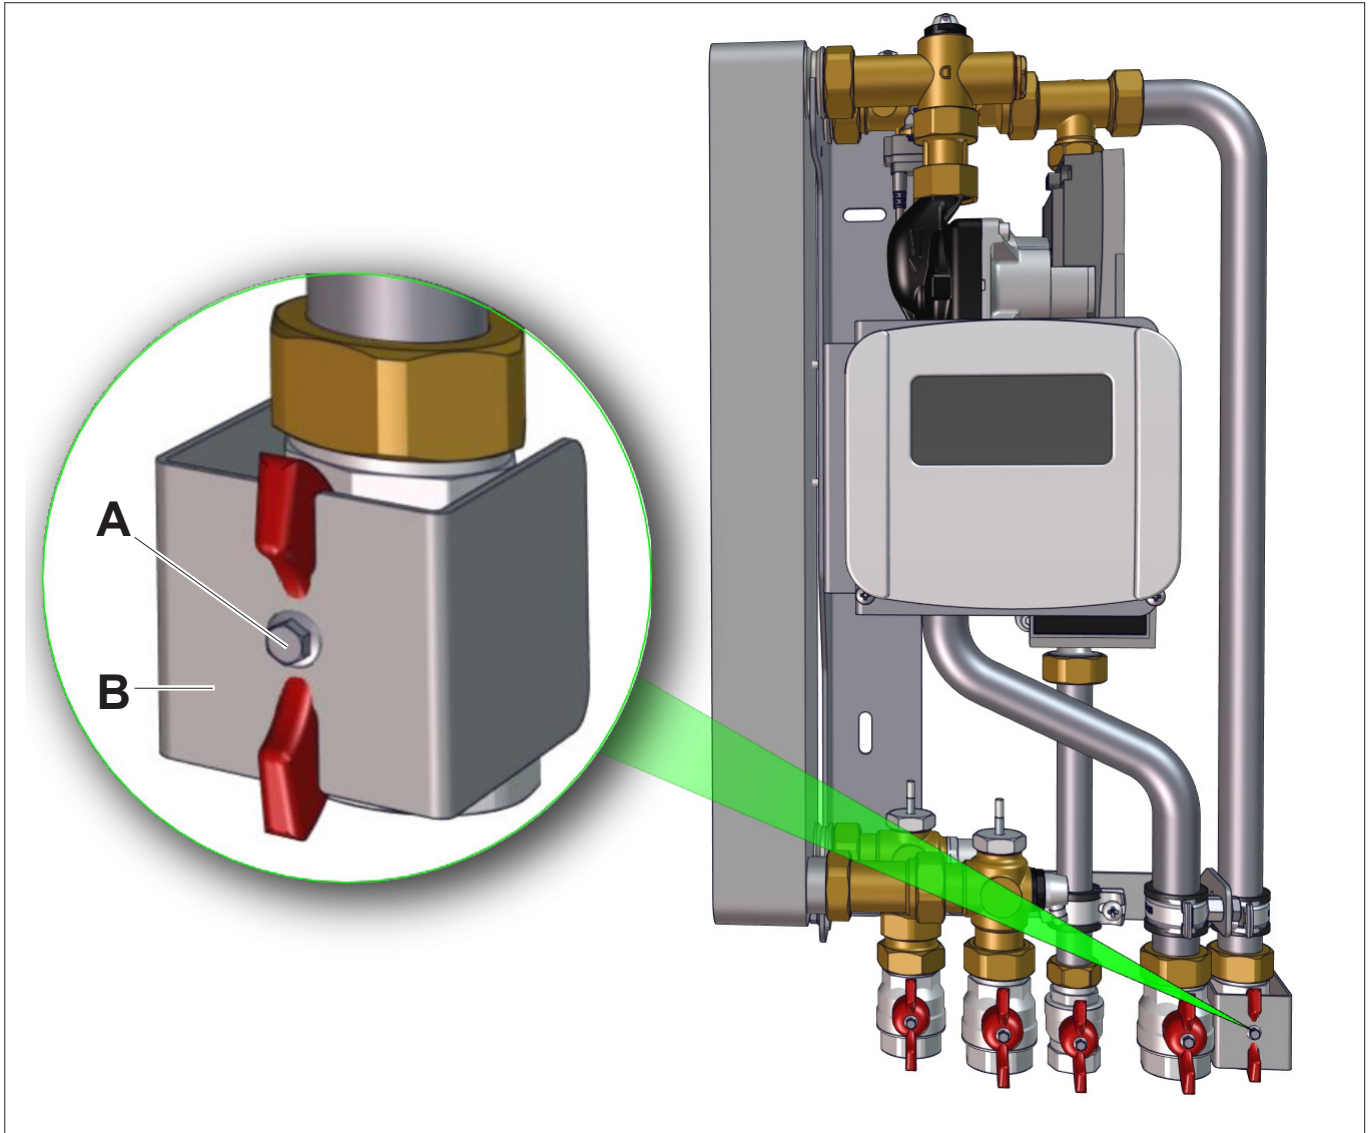

Abb. 6: Sicherungsblech Absperrhahn Kaltwasser-Eintritt
- Montieren Sie das Sicherungsblech des Absperrhahn Kaltwasser-Eintritt (siehe Abb. 6 auf Seite 13).
- Entfernen Sie die Sechskantschraube (Pos. A) und demontieren Sie das Sicherungsblech des Absperrhahn Kaltwasser-Eintritt (siehe Abb. 6 auf Seite 13).